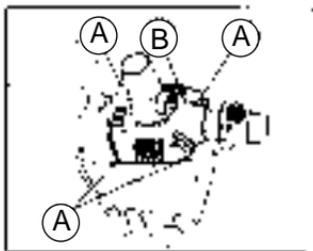

Figura 1
Utilizar un destornillador Philips (cabeza en cruz) para desmontar los 4 tornillos (A) que sujetan la cubierta de la cubierta del motor (B) (Figura 1).